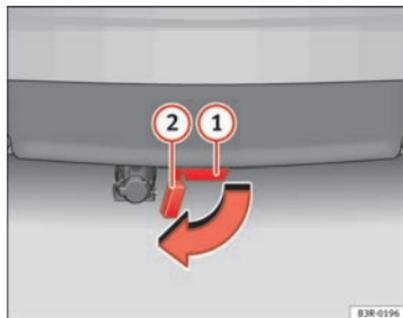

Fig. 152 Pára-choques traseiro: Abrir o tampão
- Extraia até ao limite final o tampão ② ⇒ fig. 152 do tubo de encaixe ① que se encontra debaixo do pára-choques. O tampão encaixa automaticamente no limite final.